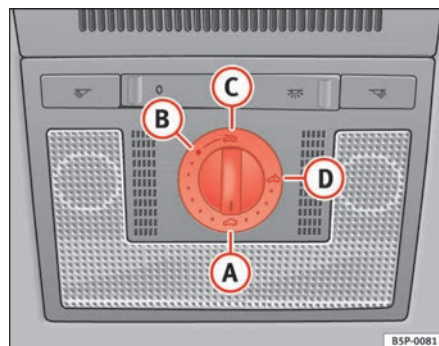

Fig. 70 Recorte do revestimento interior do tejadilho: Interruptor giratório do tecto de abrir
- Rodar o botão giratório para a posição **A** ⇒ fig. 70 ⇒